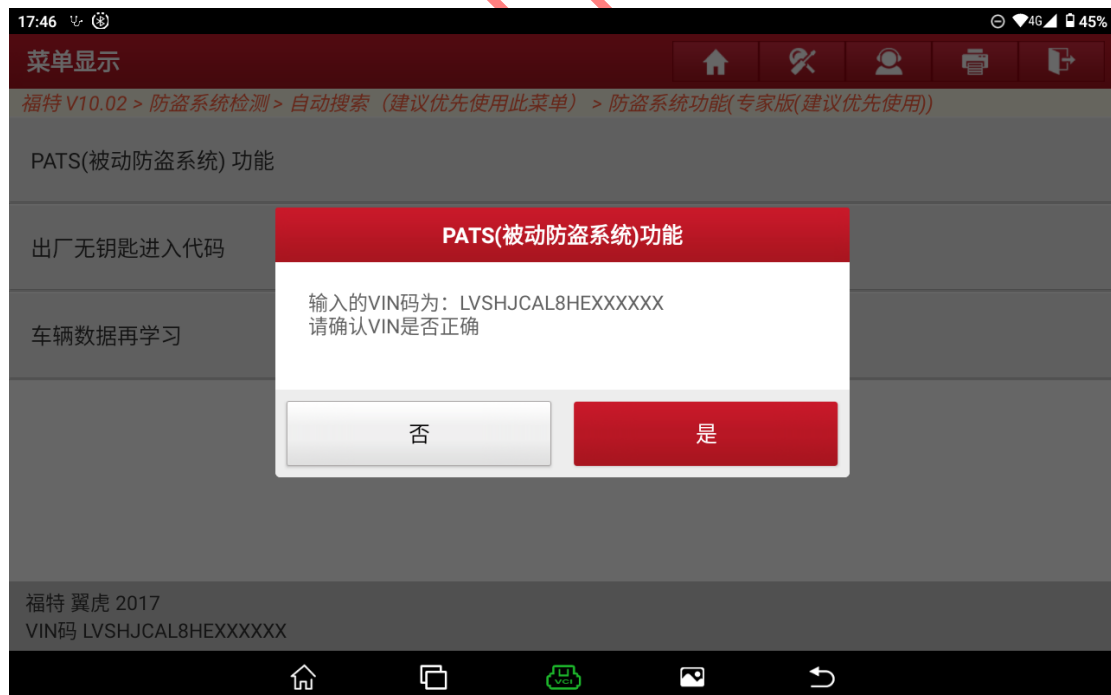

图 29
29. 提示当前车辆 VIN 码，选择【否】退出功能，选择【是】进入下一步（图 29）